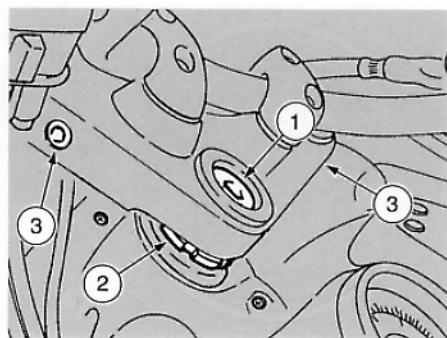

Fig. 43
- ◆ Dévisser les deux vis (3-Fig. 43).
- ◆ Desserrer la vis (1-Fig. 43).
- ◆ Récupérer le jeu par de petites rotations, en utilisant la clef spéciale sur le manchon du régleur (2-Fig. 43).
- ◆ Visser à fond le contre-écrou (1-Fig. 43).
- ◆ Visser les deux vis (3- Fig. 43).